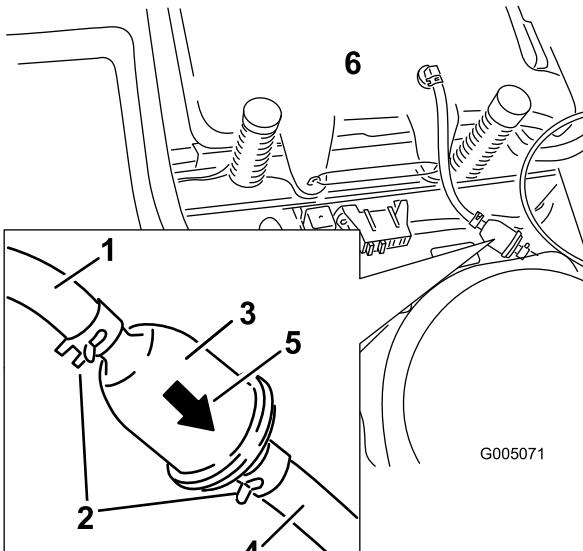

Figure 31
- 4. Pincez les extrémités des colliers et faites glisser ceux-ci pour les éloigner du filtre (Figure 31).
- 6. Montez un nouveau filtre en veillant à pointer la flèche indiquant le sens d'écoulement vers le moteur. Rapprochez les colliers de flexibles du filtre (Figure 31) pour le fixer en place.